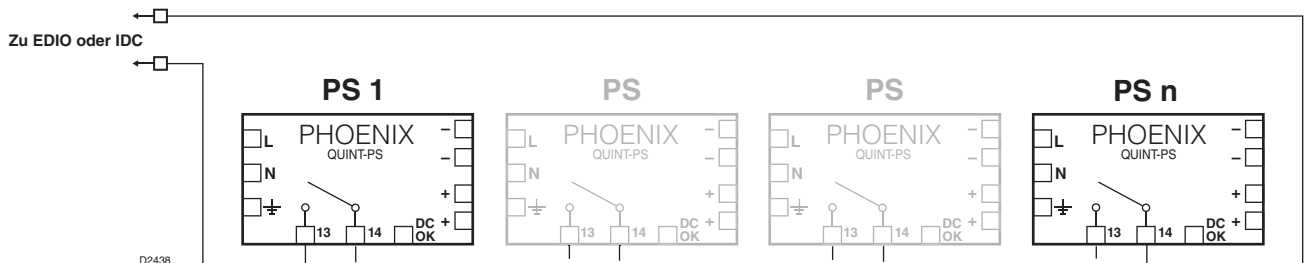

Abbildung 3-24 - In Reihe geschaltete Spannungsversorgungsrelais für die Störungsüberwachung (bis zu 16 Spannungsversorgungen/Umsetzer)
3. Um die Einhaltung von NFPA 72 zu gewährleisten, müssen die primären und sekundären Spannungsversorgungen auf das Vorhandensein von Spannung am Systemanschlusspunkt überwacht werden. Die Spannungsversorgungseinheit entsprechend der gewünschten präventiven Funktionsüberwachung anschließen. Ein Beispiel von in Reihe geschalteten Spannungsversorgungsrelais für die Leistungsüberwachung ist in Abbildung 3-24 dargestellt.